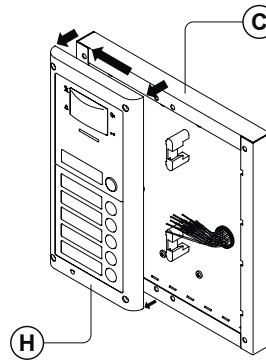

fig. 9
- Come mostrato in Fig. 9, tirare il supporto moduli **H** indietro compiendo contemporaneamente un leggero movimento a sinistra come suggerito dalle frecce;